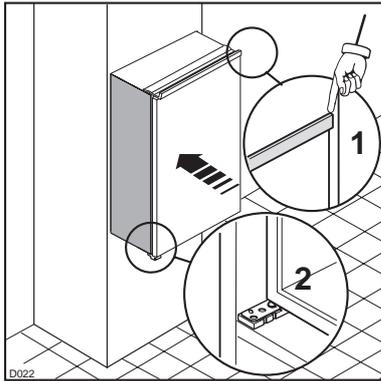

Abb. 6
Abb. 6: Gerät in die Nische einschieben, bis die Anschlagleiste (1) oben am Möbel anliegt und die vordere Kante des Befestigungsscharniers mit der Türöffnungsseite bündig an der Nischenseitenwand ansteht (2).